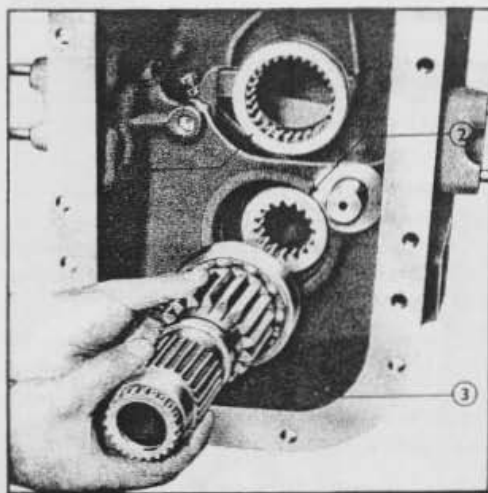

Fig. 27 = Depose de l'Arbre de train inférieur
3. Retirer l'ensemble arbre de train inférieur et roulement arrière (voir Fig.27).